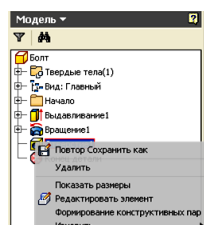
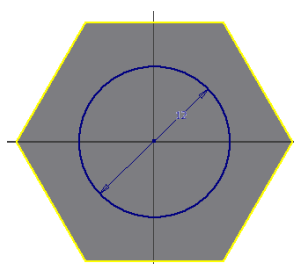

Рис. 3.28. Удаление элемента «Отверстие»
Рис. 3.29. Эскиз окружности
1. Выберите в *Браузере* элемент «Отверстие»  «Отверстие1» и нажмите ПКМ. В появившемся меню нажмите на кнопку «Удалить» (рис. 3.28).
3. Постройте эскиз окружности на нижней грани призмы диаметром 12 мм (рис. 3.28). И нажмите кнопку «Принять эскиз»  (рис. 3.29).